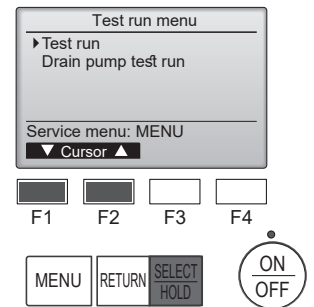

Fig. 7-2
- ② Dans le Menu test de fonctionnement, sélectionnez "Test run" (Test fonctions) puis appuyez sur la touche [SELECT/HOLD]. (Fig. 7-2)
- ③ Le test fonctions démarre et l'écran Test fonctions s'affiche.